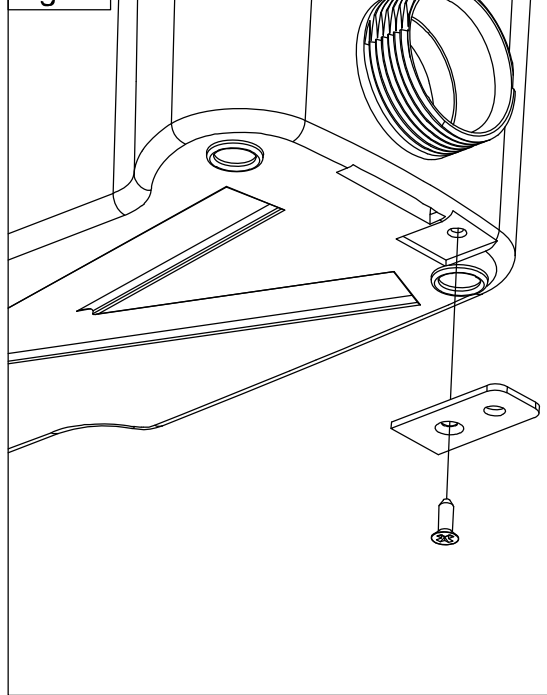

Fig. 11
12) COLLEGAMENTO ALLO SCARICO : fig. 11
- Utilizzare l'insieme gomito/valvola già montato (A), orientabile seguendo il senso dell'evacuazione desiderato, fissare con un collier (C1) il tubo d'evacuazione dell'apparecchio.